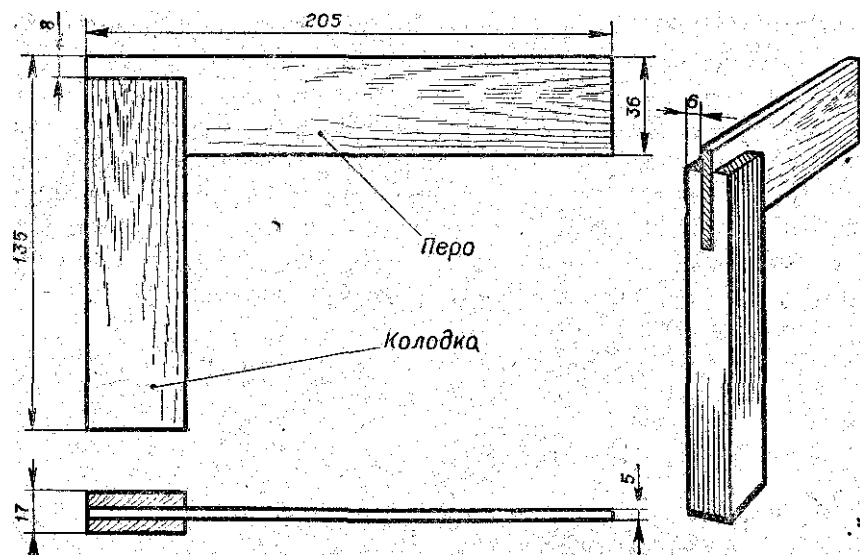

Рис. 22. Столярный угольник.
2. Разметить детали (колодку и перо) по чертежу (рис. 22), предусмотрев припуск на обработку. Для удобства при строгании заготовку для колодки подбирают по длине в 1,5—2,5 раза больше необходимой. Кроме того, это позволяет исправить брак, если проушина получится некачественной.
11. Разметить длину пера и колодки (см. рис. 22), отпилить припуск.